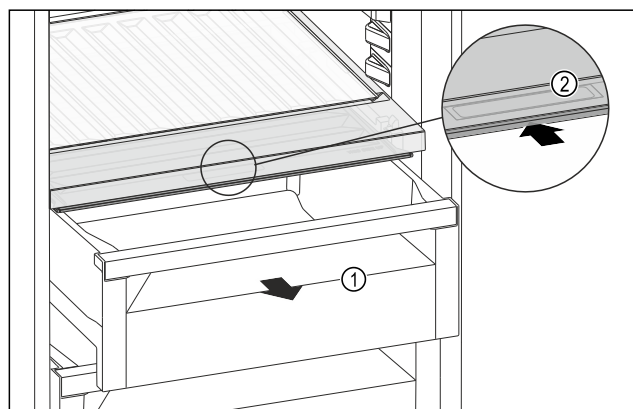

Fig. 178
- ▶ Izvucite ladicu Fig. 178 (1).
- ▶ Primite ručku Fig. 178 (2) na poklopcu pretinca i istodobno povucite poklopac pretinca prema natrag.